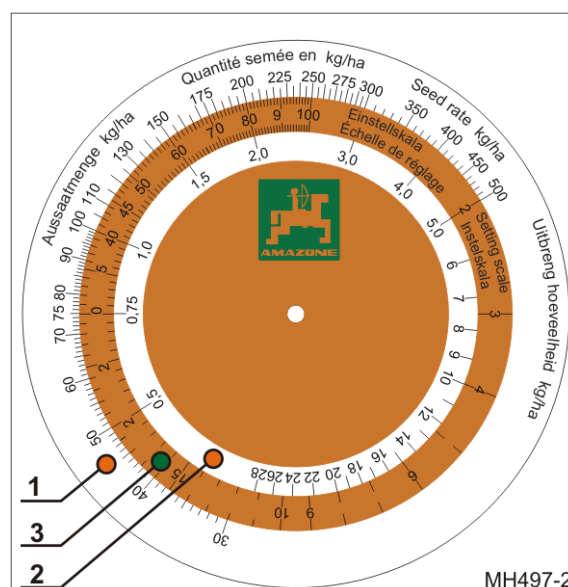

Fig. 104
- une échelle graduée blanche extérieure (Fig. 104/1) pour les quantités d'engrais supérieures à 30 kg/ha
- une échelle graduée blanche intérieure (Fig. 104/2) pour les quantités d'engrais inférieures à 30 kg/ha
- une échelle graduée de couleur (Fig. 104/3) avec toutes les positions du boîtier de 1 à 100.